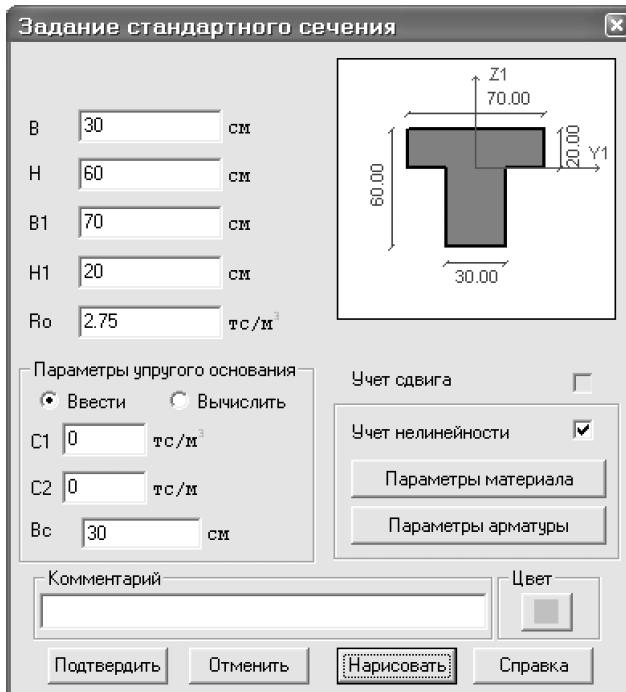

Рис.7.12. Диалоговое окно Задание стандартного сечения
- В диалоговом окне **Задание стандартного сечения** (рис.7.12) задайте параметры сечения **Тавр_T**:
- Для задания расположения и площади арматуры, в диалоговом окне **Задание стандартного сечения** (рис.7.12) щелкните по кнопке **Параметры арматуры**. Вызывается диалоговое окно **Характеристики физической нелинейности стержней** (рис.7.15).